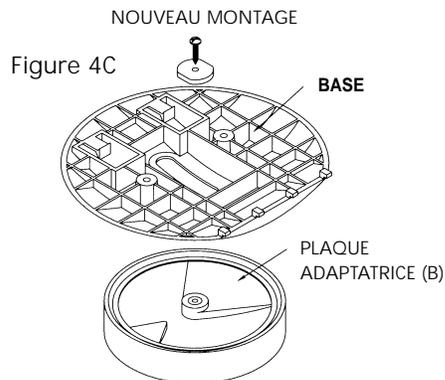

Figure 4C
Étape 4 Repérer la plaque adaptatrice « B » fournie avec l'IntelliBasemc, et la fixer à l'axe à l'aide de la vis et de la rondelle en nylon noir qui ont été déposées à l'étape 3, comme illustré à la Figure 4C.